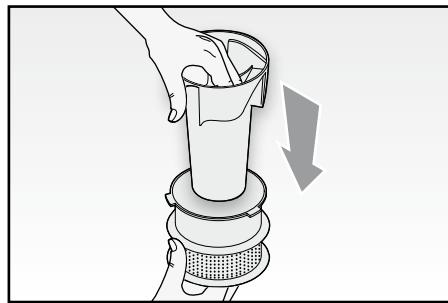

Fig. 9
- separare il filtro nei suoi due componenti, sfilandoli (Fig. 9).
- Prima di procedere con un nuovo utilizzo, occorre riassemblare il contenitore (A).